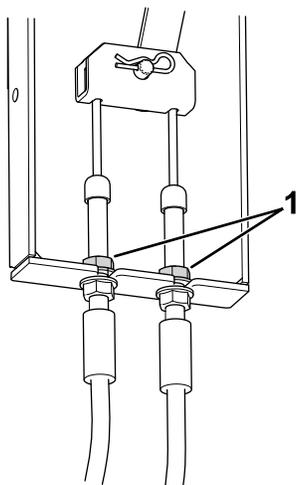

Figura 71
3. Individuate il supporto del cavo del freno (Figura 71), sotto il lato sinistro della macchina in prossimità della ruota sinistra.